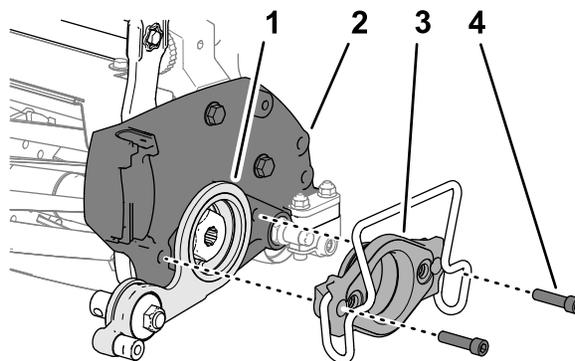

Figure 19
1. Alignez la poulie sur l'unité de coupe, comme montré à la Figure 19.
2. Alignez la plaque de la poulie de tension sur la plaque latérale, comme montré à la Figure 19.
3. Insérez le support du moteur dans la plaque de la poulie de tension et dans la plaque latérale de l'unité de coupe (Figure 19).
4. Fixez le support sur la plaque (Figure 19) à l'aide des 2 vis à embase (5/16" x 1 1/4") retirées